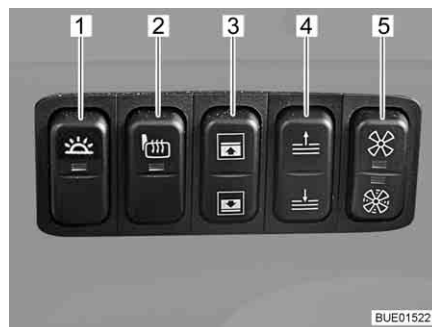

Bild 34 Reglagelist Grand Panorama
- Tryck på knappen (Bild 34,1) på reglagelisten.
- Tryck på knappen (Bild 34,1) på reglagelisten en gång till
- Tryck på knappen (Bild 34,2) på reglagelisten. Kontrollampen på reglaget visar att funktionen aktiverats.
- Tryck på övre eller undre delen av knappen (Bild 34,4) på reglagelisten. Sol-skyddet rör sig uppåt eller nedåt så länge knappen hålls inne.
- Tryck på övre eller undre delen av knappen (Bild 34,3) på reglagelisten. Mörkläggningsgardin till vindrutan rör sig uppåt eller nedåt så länge knappen hålls inne.
- Tryck på övre halvan av knappen (Bild 34,5) på reglagelisten. En fläkt blåser varm luft från bodelens värme på vindrutan (nivå 1).
- Tryck på undre halvan av knappen (Bild 34,5) på reglagelisten. En fläkt blåser varm luft från bodelens värme på vindrutan (nivå 2).